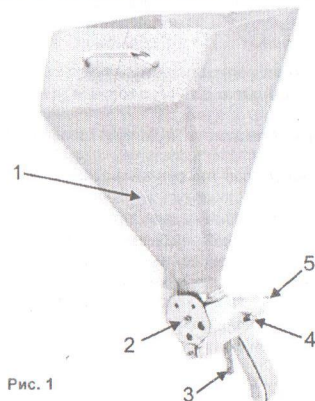

Рис. 1
- Установите внешнюю крышку сопла (2)(См. Рис.1) с рабочим отверстием нужного диаметра точно напротив выходного сопла распылителя. Для смены положения отпустите гайку крепления крышки.
- На корпусе пистолета имеется штуцер (5)(См. Рис.1) для подключения гибкого воздушного шланга.
- Нажмите на спусковой механизм пистолета (3)(См. Рис.1) для начала распыления материала.
⚠ Внимание! *Перед снятием бака (1)(См. Рис.1) убедитесь, что бак не находится под давлением. Отключите пистолет от линии подачи воздуха (компрессора).*
- При смене положения крышки сопла (изменении диаметра рабочего отверстия) (2)(См. Рис.1), так же отключайте пистолет от линии подачи воздуха в целях собственной безопасности и исключения риска случайного пуска инструмента.